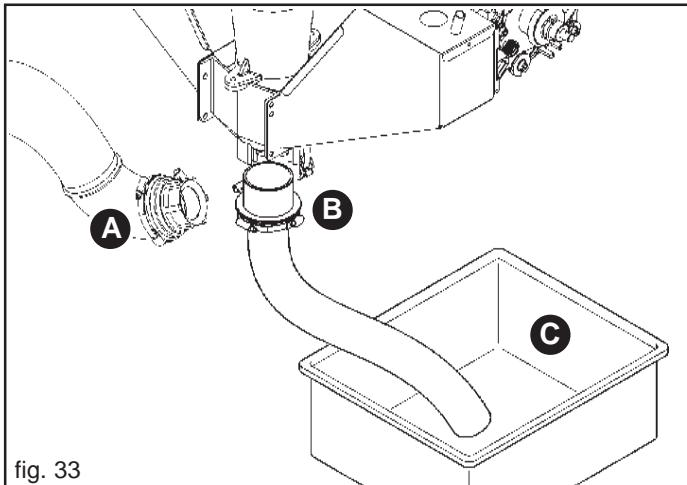

fig. 33
- 2) Den Bogen unter dem Einspritzerkanal entfernen (A, Abb. 33), durch Loesen des Schnellverschlusses ab.
- 3) Das beigestellte Sammelrohr (B, Abb. 33) in der gleichen Position anbringen, mit dem Schnellverschluss, am anderen Rohrende einen Sammelbehälter aufstellen (C, Abb. 33).